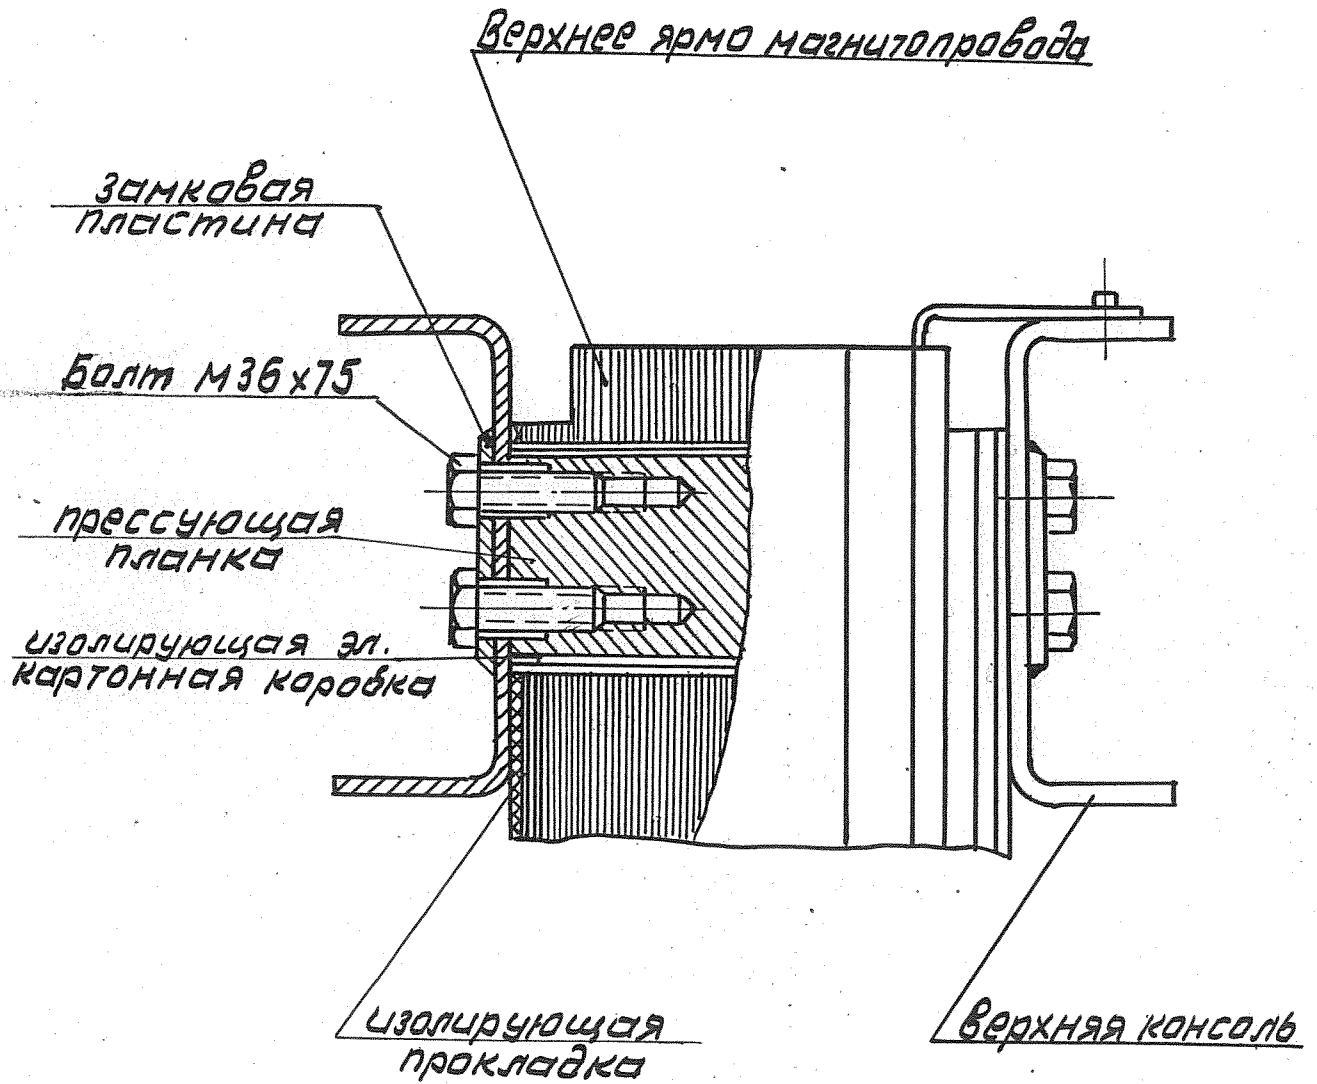

Рис. 5.8. Стяжка ярма магнито-
5.2.4.4. Вставить в торцовые пазы нижнего и верхнего ярем трансформаторов ОЦР-5000/25В, ОДЦЭ-5000/25Б по одной прессующей планке с изолирующей коробкой и скрепить планки с консолями, ввернув в торцы каждой планки по одному болту М36х75, под головки болтов подложить замковые пластины рис.5.8.